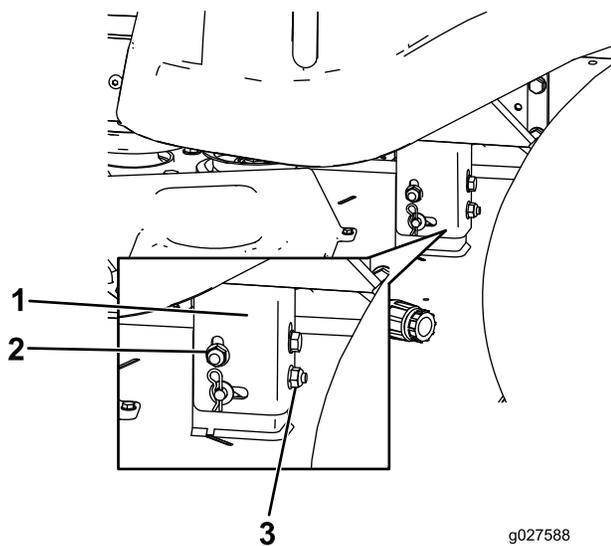

Figure 55
8. Élevez ou abaissez le côté gauche du tablier de coupe en tournant l'écrou de blocage arrière (Figure 55).
Remarque: Tournez l'écrou de blocage arrière dans le sens horaire pour élever le tablier de coupe ou dans le sens antihoraire pour abaisser le tablier (Figure 55).